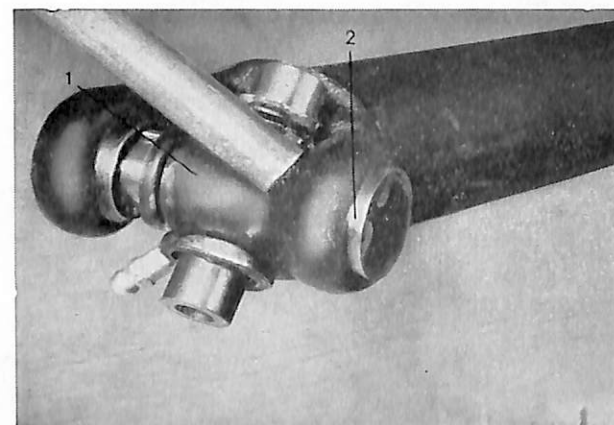

Bild 11. Isärtagning av axelkors.
1. Med hammare och mässingsdorn drives axelkorset (1, bild 11) så långt det går åt ena